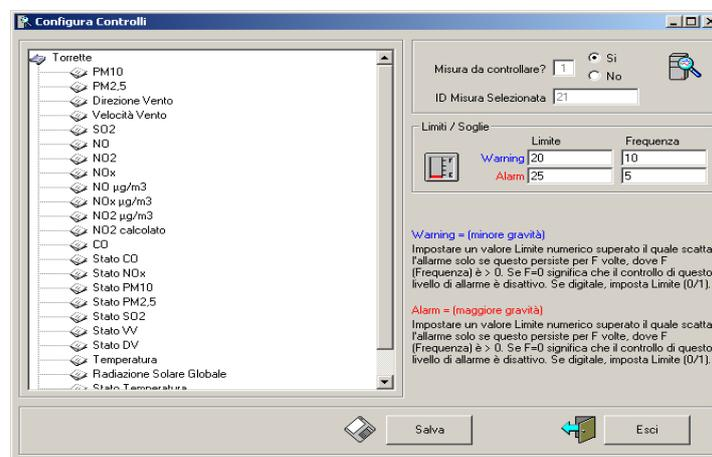

Figura 1 (Configurazione dei limiti di Temperatura).
**Esempio:.** Se volessimo tenere sotto controllo la temperatura interna della cabina, al fine di verificare il corretto funzionamento dei condizionatori, imposteremo un valore di WARNING a 20° con frequenza 10 minuti, ed un valore ALARM a 25° con frequenza 5 minuti. Se la temperatura dovesse raggiungere i 26° per 10 minuti consecutivi, allo scadere del decimo minuto scatterebbe un WARNING. Se invece la temperatura dovesse superare il livello di ALARM (26°), sarà sufficiente che tale fenomeno si verifichi per soli 5 minuti consecutivi. (Vedi Figura 1).